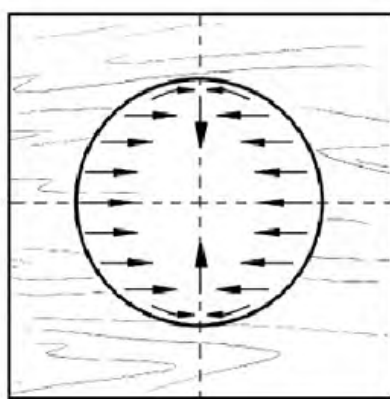

Рисунок 14 - Выполнение резьбы вогнутой выемки на пласти заготовки вторым способом (стрелками показано направление движения инструмента)
2) второй способ (рисунок 14) - при работе инструмент направляют параллельно слоям древесины навстречу друг другу. Места встречи режут поперек волокон в направлении центра;